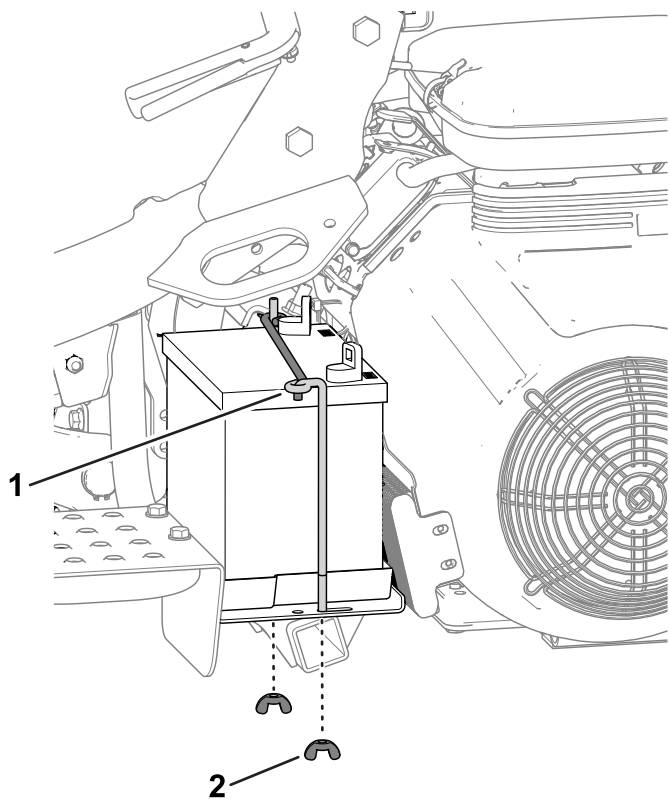

図 45
2. バッテリーをプラットフォームに固定している棒と蝶ナット 図 45を外してバッテリーを機体から外す。
5. バッテリートレイの上にバッテリーを置き、先ほど取り外した棒と固定具で固定する 図 45。